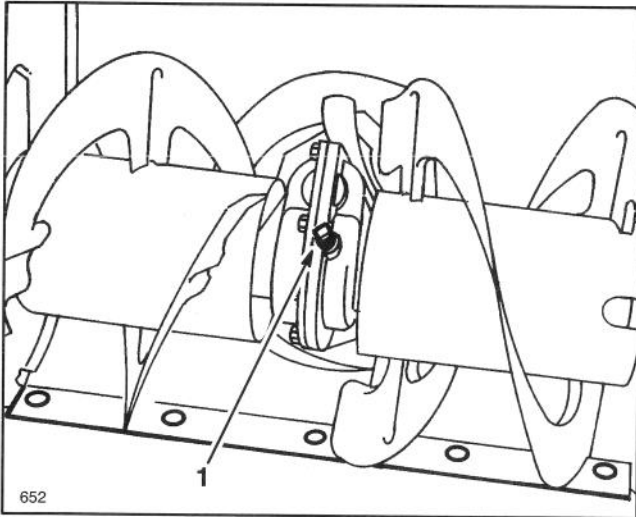

Figure 23
3. Retirez l'obturateur de tuyau de la boîte d'engrenage (Fig. 23).